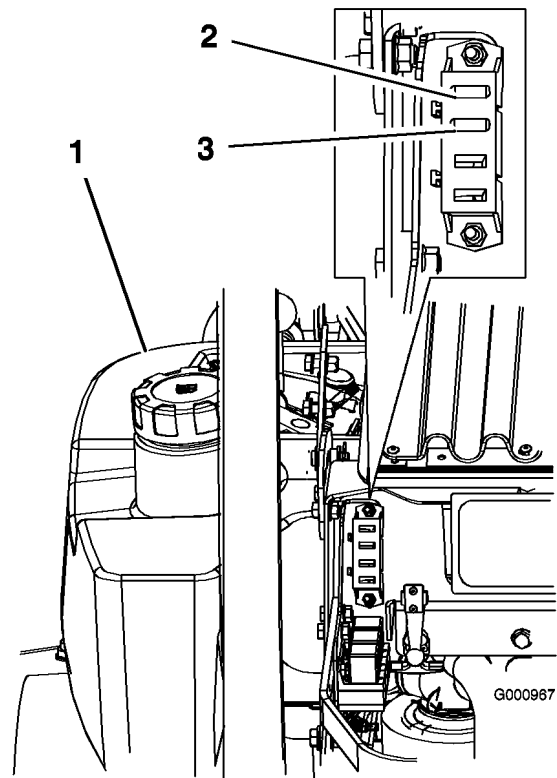

Bild 47
1. Entriegeln Sie die Motorhaube und heben Sie sie an, um die Sicherungsfassung zugänglich zu machen (Bild 47).
3. Setzen Sie eine neue Sicherung ein (Bild 47).